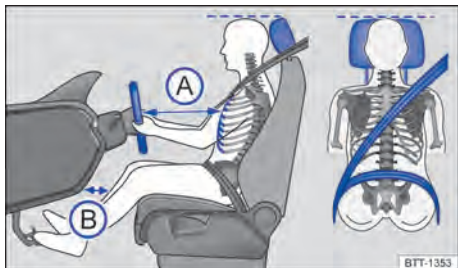

Fig. 23 Distância correta do condutor em relação ao volante, posição correta do cadaço do cinto de segurança e ajuste correto do apoio para cabeça.
- Ajustar o banco de modo que a distância entre o volante e o tórax tenha no mínimo 25 cm → Fig. 23 (A) e que o condutor possa segurar o volante pela borda externa com as duas mãos e os braços levemente flexionados.
- Ajustar o banco do condutor na direção longitudinal de modo que os pedais possam ser acionados com as pernas levemente arqueadas e a distância para o painel de instrumentos na área do joelho seja de, no mínimo, 10 cm → Fig. 23 (B).
- Ajustar o apoio para cabeça de modo que a sua borda superior se encontre preferencialmente na mesma linha da parte superior da cabeça → Fig. 23 – porém não abaixo da altura dos olhos. Posicionar a parte posterior da cabeça o mais perto possível do apoio para cabeça.